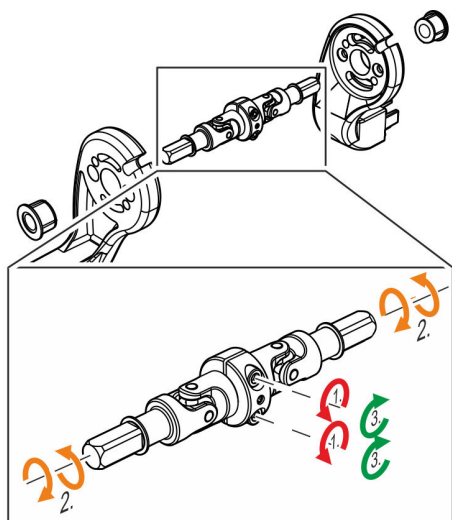

Abb. 23: Kreuzgelenk montieren
2. Um die Tuchwellen zueinander auszurichten, Innensechskant-Schrauben lösen (Abb. 23/1).
3. Kreuzgelenk montieren und Tuchwellen zueinander ausrichten (Abb. 23/2).
4. Innensechskant-Schrauben anschließend wieder fixieren (Abb. 23/3)